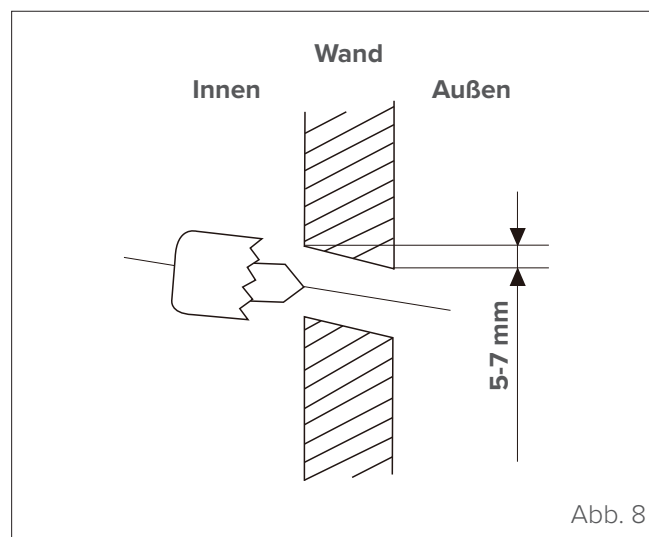

Abb. 8
- 1 Die Wanddurchführung passend zur Position der Montageplatte positionieren. Für Informationen zur Auswahl der optimalen Position, siehe "Abmessungen der Montageplatte". Die Wanddurchführung sollte einen Mindestdurchmesser von 65 mm (90 mm bei 70M-Modellen) aufweisen und leicht schräg nach unten verlaufen, um die Entwässerung zu fördern (siehe "Abb. 8").